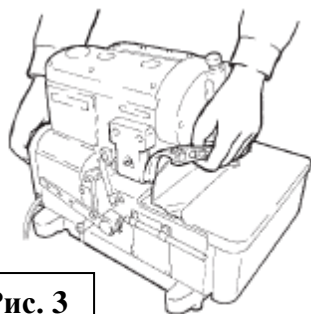

Рис. 3
2. При ручной переноске машины, крепко держите шкив машины правой рукой и рычаг машины левой рукой. Если машина и / или ваши руки испачканы маслом, машина может легко выскользнуть из ваших рук и упасть на пол. Поэтому тщательно вытрите масло. (Рис.3).